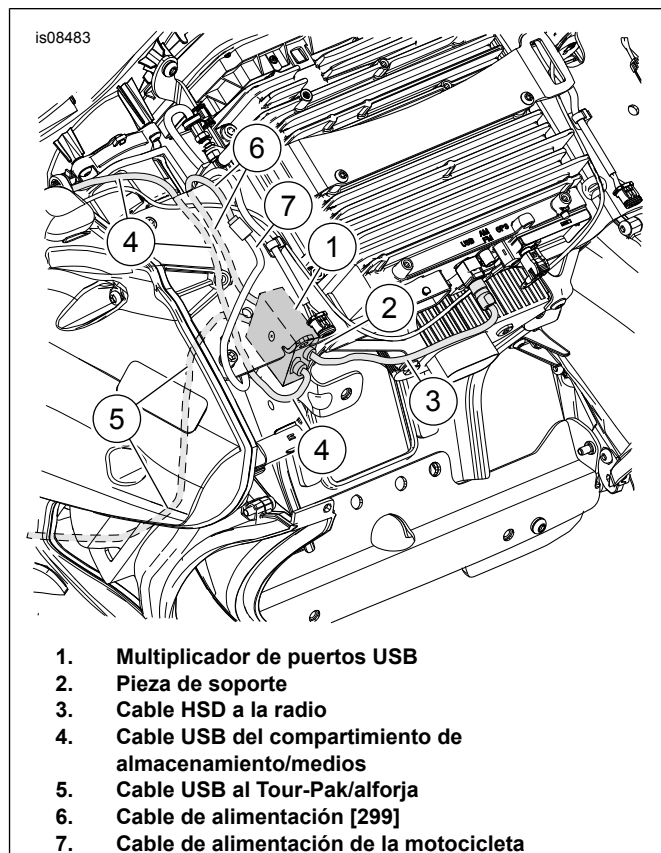

Figura 4. Instalación y ubicación de cables del multiplicador de puertos USB
2. Vea la Figura 4. Instale el cable USB (4) de medios/almacenamiento y conéctelo al multiplicador de puertos USB (1), como se muestra.
3. Conecte el cable HSD (3) a la radio.
4. Conecte el cable de alimentación (6) al cable de alimentación (7) [299].
5. Pase el cable USB (5) hacia la parte trasera de la motocicleta.